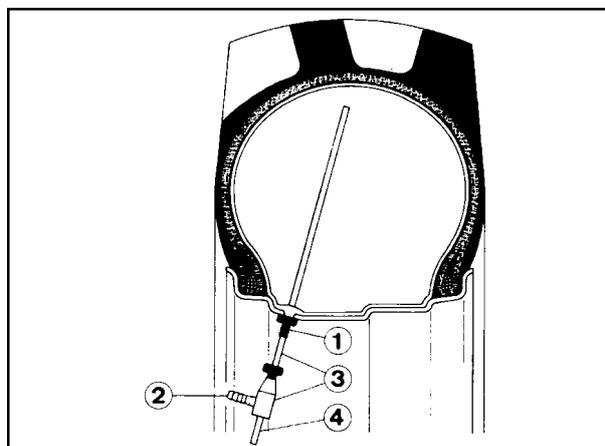

Fig.4-20-Esquema indicativo para a lastragem com água.
Eleve a roda a lastrar e coloque-a com a válvula na posição mais alta na direcção vertical (Fig.4-20).
Atarraxe o racord especial (3 - Fig.4-20) na sede da válvula (1) e aplique a mangueira de água no racord (2). Durante a introdução de água, o ar residual sai através do pequeno tubo (4).
- (Fig.4-20) Eleve a roda a esvaziar e coloque-a com a válvula na posição mais baixa na direcção vertical.
- Atarraxe o racord adequado na sede da válvula e coloque o pequeno tubo (4) em contacto com o pneu.
- Introduza ar pressurizado através do racord (2): a água irá sair através do pequeno tubo (4).
- Desmonte o racord (3), substitua-o pelo elemento de vedação da válvula e encha o pneu.